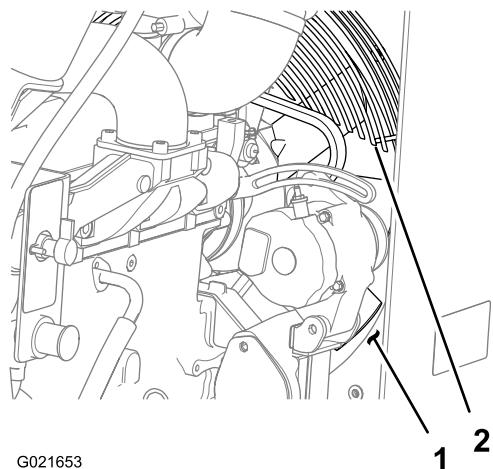

Figure 88
7. Tournez le capot de protection du ventilateur dans le sens antihoraire autour de l'arbre d'entraînement du ventilateur jusqu'à ce que l'ouverture du capot de protection soit orientée à 4 h (Figure 88).